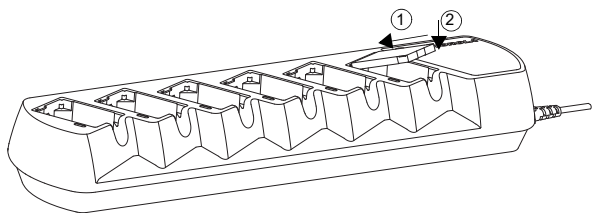
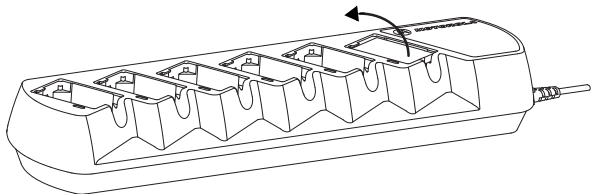

Figure 4 : Mise en place de la batterie dans le réceptacle du chargeur
Figure 5 : Retrait de la batterie du réceptacle du chargeur
4. Pour charger une batterie, insérez la batterie dans le réceptacle du chargeur comme suit : (Voir Figure 4 et Figure 5)